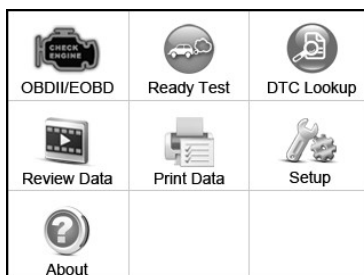

Figure 6.1
- Utilisez le bouton de navigation **HAUT/BAS** et le bouton de navigation **GAUCHE/DROITE** pour sélectionner **Test prêt de l'Ecran principal** (Figure 6.1), et appuyez sur le bouton **OK**.